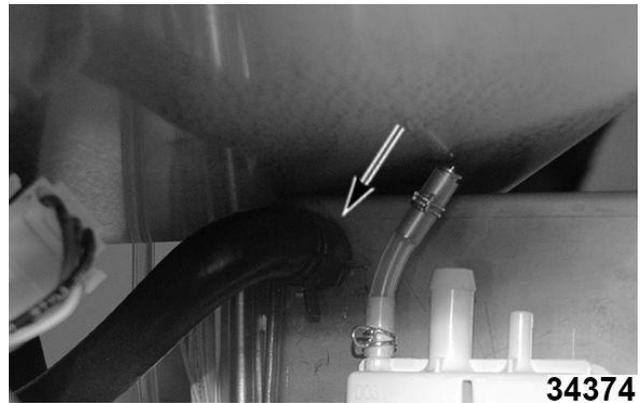

Fig. 95
- E. Manguera de llenado del tanque. Fig. 95